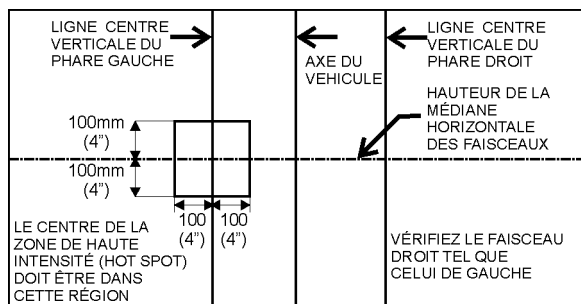

FIGURE 96 : LIMITES D'INSPECTION D'ORIENTATION DES FEUX DE ROUTE
6. Les limites d'inspection pour les feux de route doivent être au centre de la zone longue portée, de 10 cm (4 po) vers le haut à 10 cm (4 po) vers le bas; et, de 10 cm (4 po) de gauche à 10 cm (4 po) à droite sur un écran à 7,6 m (25 pi) (Figure 96).